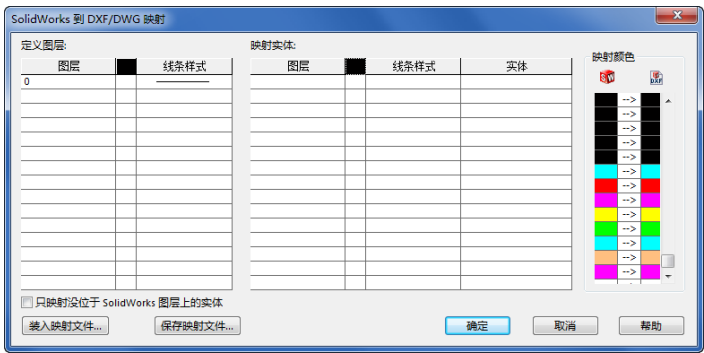

图 5-31 “SolidWorks 到 DFX/DWG 映射”对话框
(7) 在出现的“SolidWorks 到 DFX/DWG 映射”对话框中设置图层、线条样式和颜色等，如图 5-31 所示。